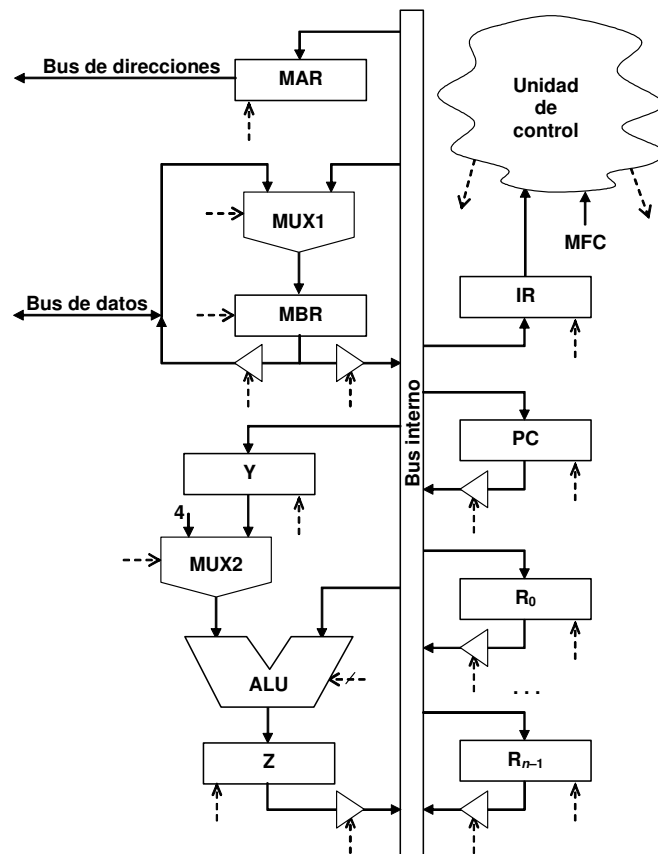

Figura 12. Camino de datos del problema 20.
20. La Figura 12 muestra el camino de datos de un procesador de 32 bits que direcciona la memoria por bytes y en el que cada instrucción y cada dato ocupa una palabra completa (4 bytes). El multiplexor MUX2 selecciona o bien la salida del registro Y o un valor constante igual a 4 utilizado para incrementar el contenido del contador de programa. Las operaciones de lectura o escritura en memoria pueden consumir un número de ciclos de reloj indeterminado. Para acomodar la variabilidad en el tiempo de respuesta, el procesador tendrá que esperar hasta recibir de la memoria la señal MFC (*Memory Function Completed*).